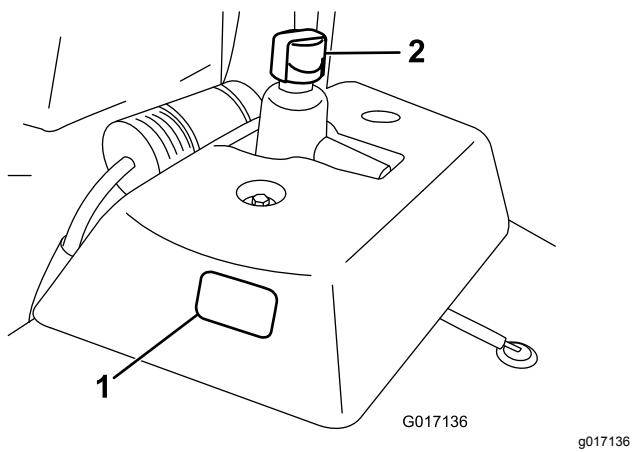

図 22
1. 平らな場所に駐車する。エンジンもオイルも冷えていることを確認する。補助オイルタンクの側面についている点検窓から内部をのぞいてオイル量を点検する 図 22。オイル量が点検窓の 2本の線の間にあればよい。